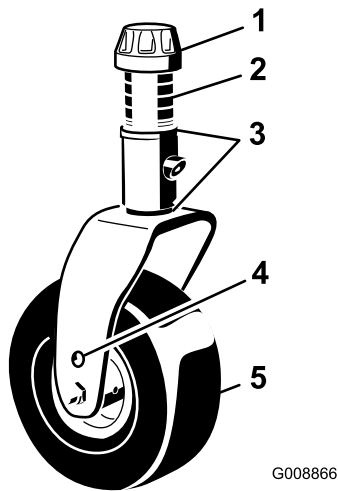
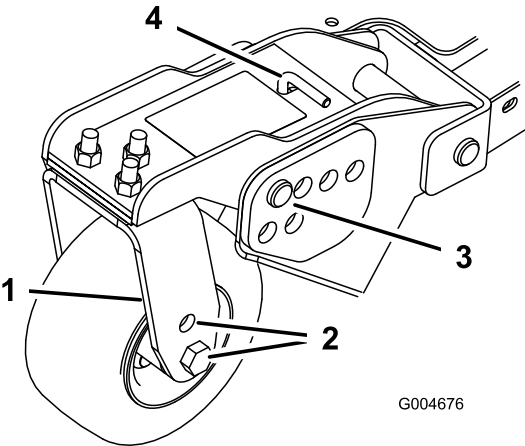

Figura 23
Figura 25
1. Coloque los ejes de las ruedas giratorias en el mismo taladro en todas las horquillas (Figura 23 y Figura 25).
2. Retire el casquillo tensor del eje y deslice el eje fuera del brazo de la rueda giratoria (Figura 23).
5. Retire la chaveta y los pasadores de los brazos de pivote de las ruedas giratorias (Figura 25).
6. Gire la varilla tensora para elevar o bajar el brazo de pivote hasta que los taladros estén alineados con los taladros seleccionados del soporte de ajuste de la altura de corte en el bastidor de la carcasa de corte (Figura 25 y Figura 26).